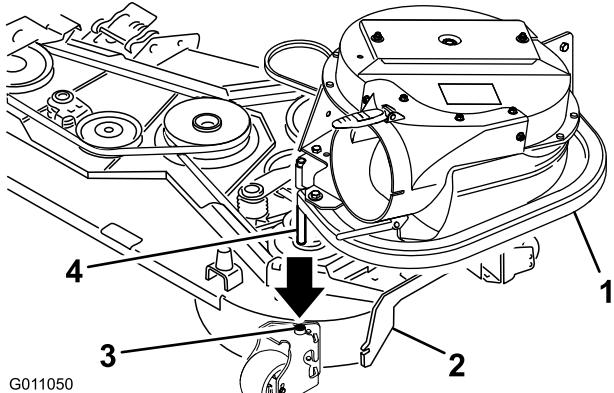

Figura 16
- Infilate il grano del gruppo soffiatore nel foro orientabile (Figura 16).